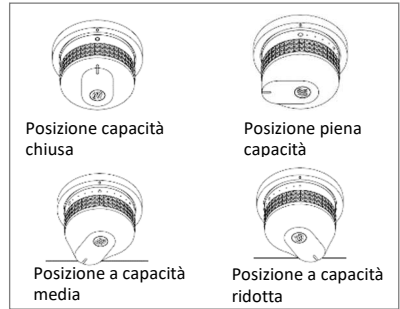

Figura 2 : Regolazione della leva di comando
6. Regolare poi a piacimento l'altezza della piastra girando la o le leve di comando da calore massimo (cerchio grande) a calore minimo (cerchio piccolo) (Vedere figura 2)